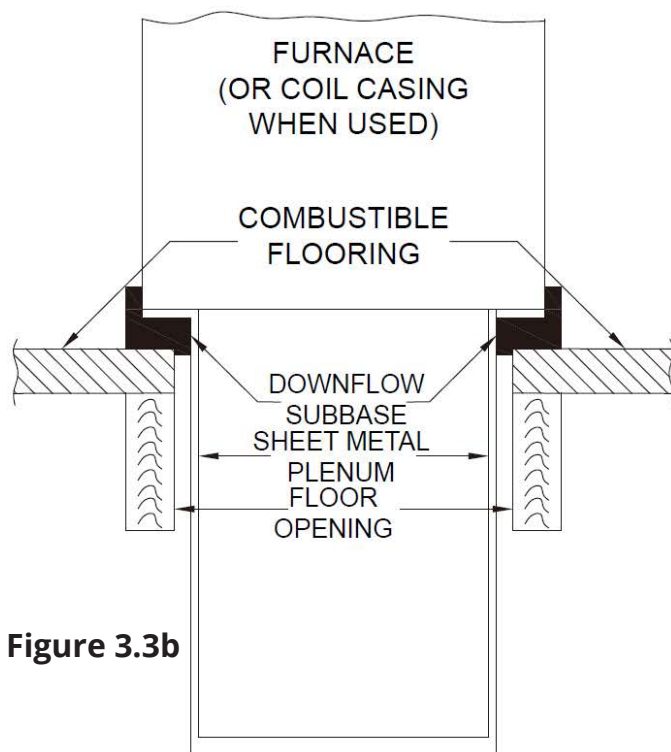
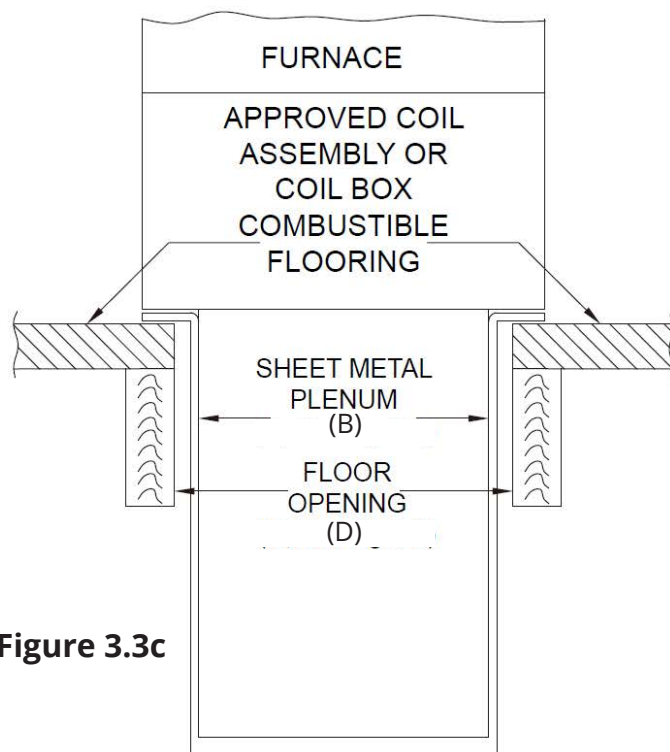

Figure 3.3b
Figure 3.3c
4. En cas d'utilisation d'un panneau de montage descendant, procédez à l'installation comme indiqué sur la figure 3.3b. En cas d'utilisation d'un ensemble ou d'une boîte de serpentin, procédez à l'installation comme indiqué à la figure 3.3c.